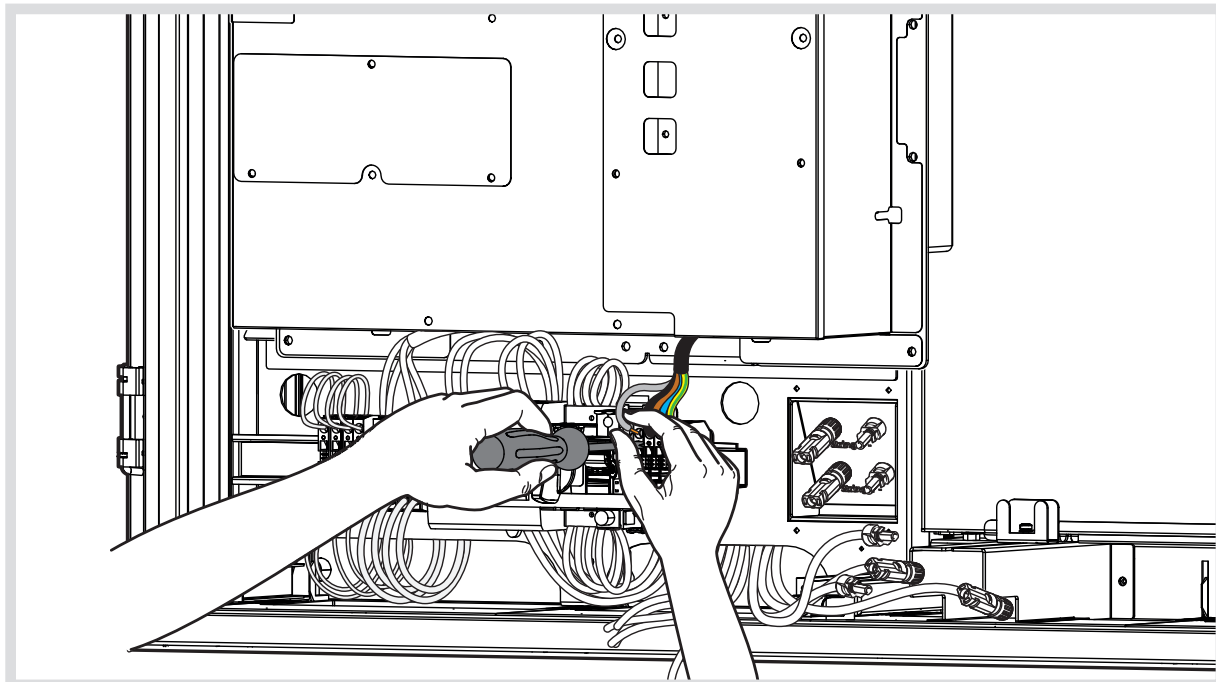

Bild 22: Netzanschluss Wechselrichter
- Vorkonfektionierte Netzleitung des Wechselrichters mit einem Schlitzschraubendreher an die Reihensteckklemmen der Netzanschlussleitung im Hauptanschlussbereich anschließen (Bild 22).